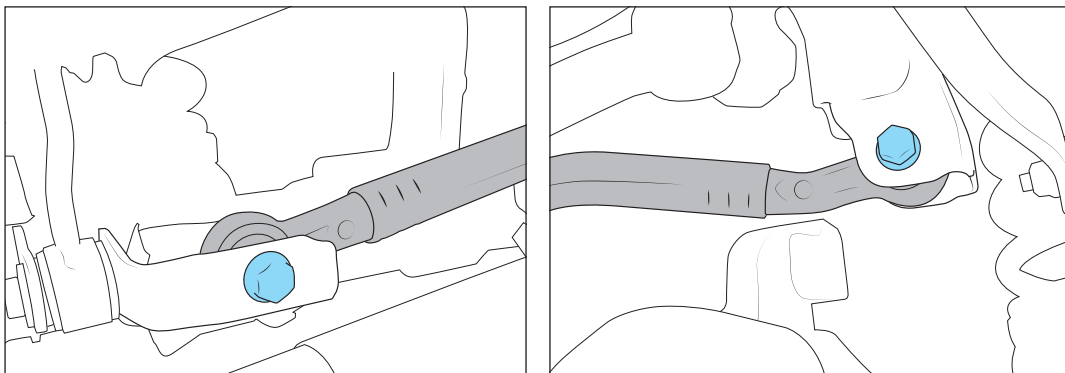

Abbildung 12: Achsseite (links) Rahmenseite (rechts)
3. Löse die beiden Panhardstabschrauben, aber entferne sie NICHT (Abb. 12).